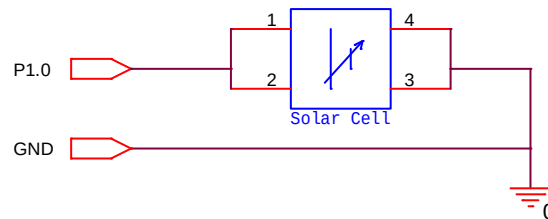

Fig. 5.4.1.a. Modulul de intrare
- o schema modului este prezentata in Fig. 5.4.1.a.